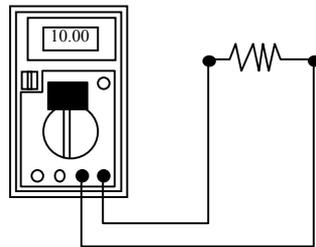

Figura 5
- CUANDO SE USE COMO ÓHMETRO, HAY QUE DESCONECTAR LA RESISTENCIA A MEDIR DE CUALQUIER CIRCUITO DONDE PUDIERA ESTAR CONECTADA, es decir, que para medir el valor de una resistencia con el óhmetro del polímetro la resistencia debe estar completamente aislada de cualquier circuito, como indica la figura 5.